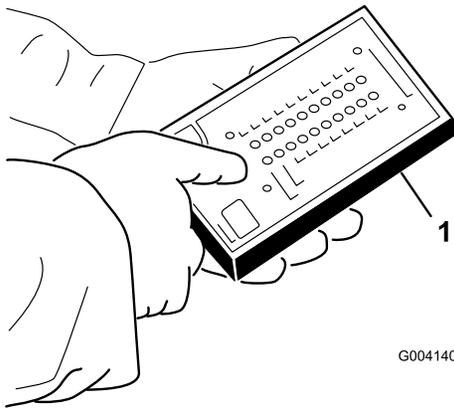

Figura 39
3. Conecte el conector de la pantalla diagnóstica ACE al conector del arnés (Figura 39). Asegúrese de que la plantilla correcta está colocada en la pantalla diagnóstica ACE.